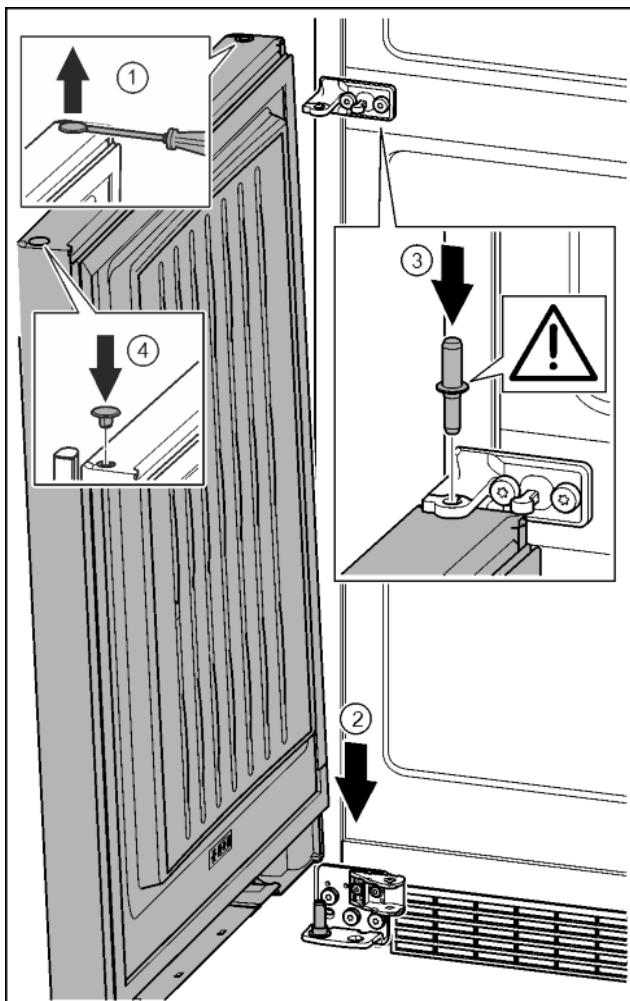

Fig. 40
- ▶ Odvijačem s ravnom glavom oprezno podignite čep i izvadite ga. Fig. 40 (1)
- ▶ Stavite vrata odozgo na donji svornjak ležaja. Fig. 40 (2)
- ▶ Umetnute srednji svornjak ležaja kroz srednji podložak ležaja u donja vrata. Pri tome pazite da je ispuštenje za blokiranje okrenuto prema otvara. Fig. 40 (3)
- ▶ Ponovo umetnute čep na drugoj strani vrata. Fig. 40 (4)